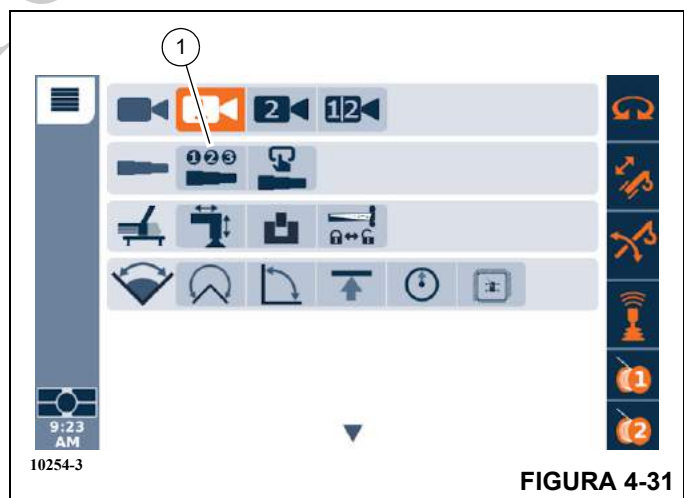

FIGURA 4-31
- Abra o menu da Função telescópica semiautomática (1, Figura 4-31).